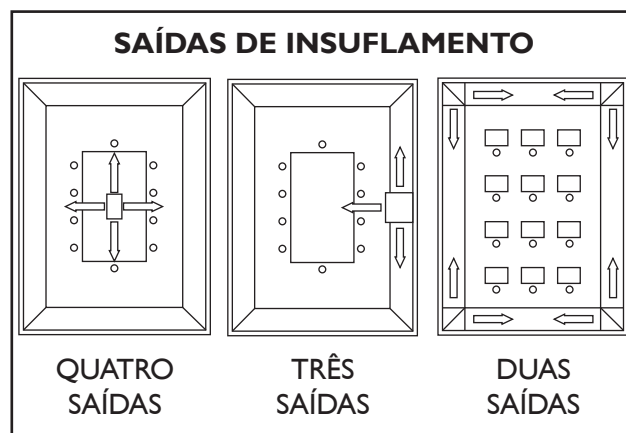

FIG. 15 - POSIÇÃO DA UNIDADE EVAPORADORA NO AMBIENTE
- Procure instalar a unidade no local mais central possível do ambiente, obtendo assim a melhor distribuição de ar; porém, caso haja necessidade, esta pode ser instalada em um dos cantos ou encostada a uma parede, bastando para isso fechar as saídas que estiverem voltadas para estas (fig. 15);